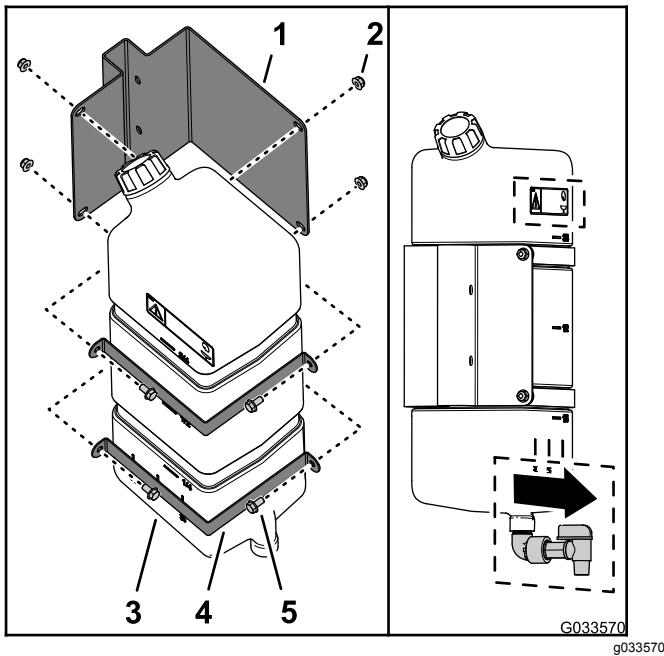

Figura 45
- Montate il serbatoio d'acqua dolce sulla relativa staffa di supporto con 2 fascette di tenuta, 4 bulloni a testa tonda (5/16" x 5/8") e 4 dadi di bloccaggio flangiati (5/16") come illustrato nella Figura 45.